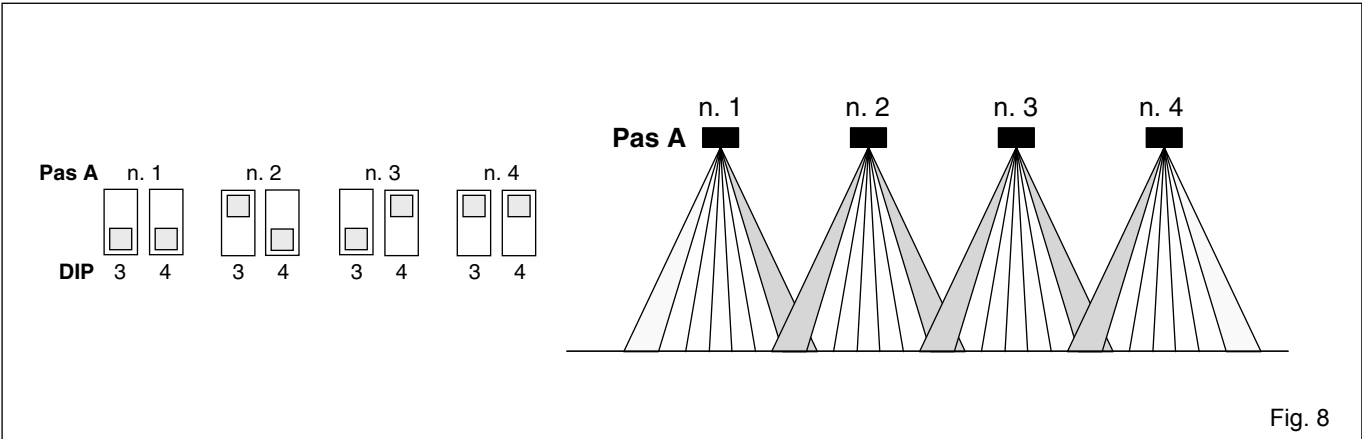

Fig. 8
4.4 (Fig. 8) Regolazione frequenza:
4.4 (Fig. 8) Frequency adjustment: